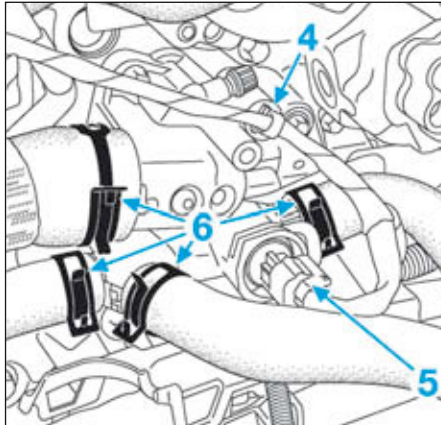

FIG.122
- Débrancher le tuyau d'air entrée échangeur air-air en (2) et en (3).
- Dégrafer le faisceau électrique (4) (Fig.122) sur le boîtier de sortie d'eau.
- Débrancher le connecteur (5) de la sonde de température d'eau.
- Ecarter les colliers (6) des durites de refroidissement sur le boîtier thermostatique à l'aide d'une pince.